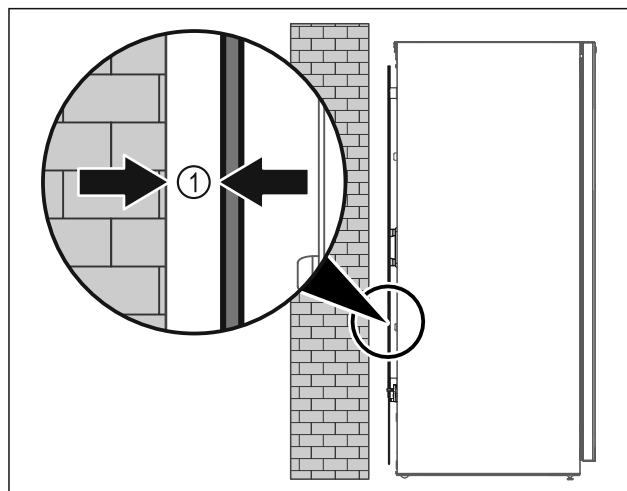

Fig. 10
- ▶ Apparaat ofwel vrij in de ruimte of direct tegen een wand met een minimumafstand van 5 mm Fig. 10 (1) opstellen.